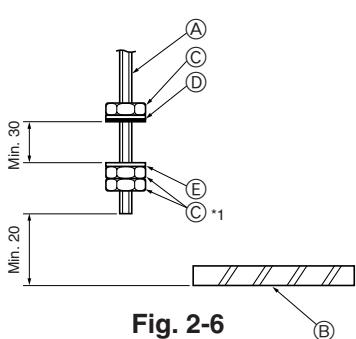

Fig. 2-6
2.4. Verfahren zur Aufhängung der Anlage (Fig. 2-6)